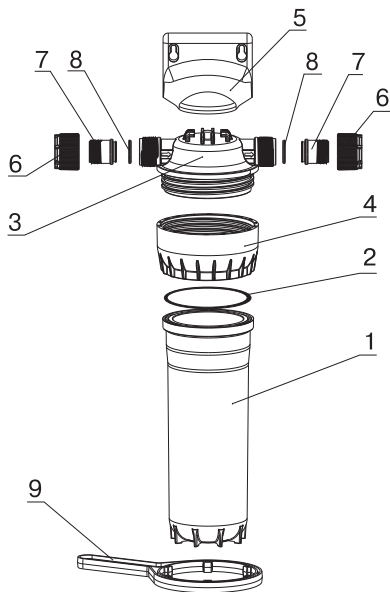

Рис. 1
- Отсоедините быстроразъемные соединения, отвернув накидные гайки (6).
- Снимите корпус предфильтра с кронштейном (5) и слейте из корпуса излишки воды.
- Отверните гайку (4) с помощью пластикового ключа (9), снимите стакан (1) и выньте фильтрующий модуль.
- Промойте водой внутренние поверхности крышки (3), стакана (1) и резиновое кольцо (2).
- Соберите предфильтр, накрутив гайку (4) на крышку (3).
**Внимание!** Важно не перепутать выход и вход предфильтра. Стрелки на крышке указывают направление потока воды (рис. 1).
**При вращении накидных гаек (6) нельзя применять какие-либо инструменты и прилагать значительные усилия.**
- Соберите быстроразъемные соединения, завернув до упора накидные гайки (6).